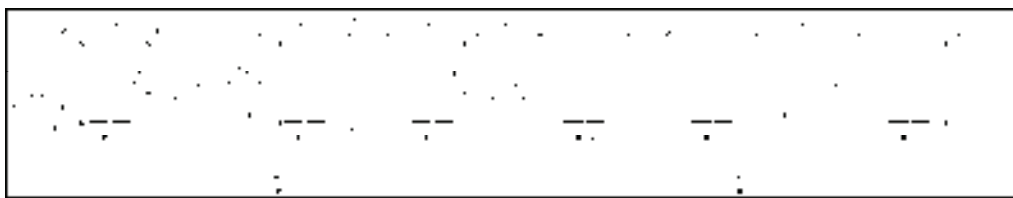

图 14-86 绘制阳台外轮廓线
6) 绘制阳台外轮廓线。调用“多段线”命令，绘制多段线，结果如图 14-86 所示。